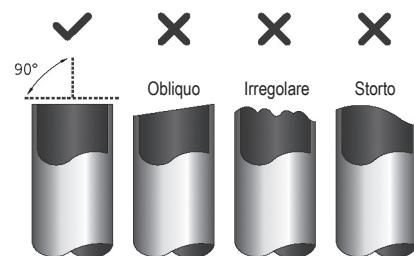

Fig. 6.1
- Assicurarsi che il tubo sia tagliato con un'angolazione precisa di 90°. Fare riferimento alla Fig. 6.1 per gli esempi di taglio da evitare